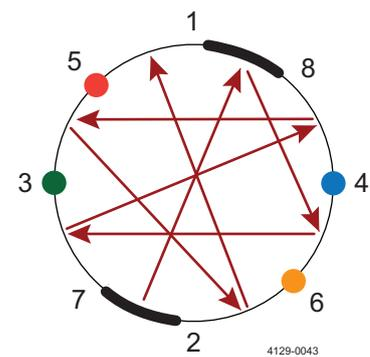

Abbildung 3
7. Von Außen zwischen den Positionen 2 bis 7 schweißen und den geschweißten Abschnitt mit Druckluft kühlen. Den Schweißvorgang zwischen den Heftschiweißungen fortsetzen (siehe Abbildung 3): zwischen den Positionen 1 bis 8, dann die Positionen 4 und 6, Positionen 3 und 7, Positionen 4 und 8, Positionen 3 und 5, Positionen 2 und 6 und abschließend 1 und 5.